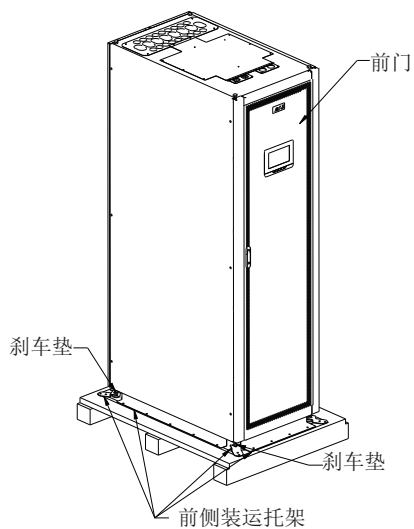
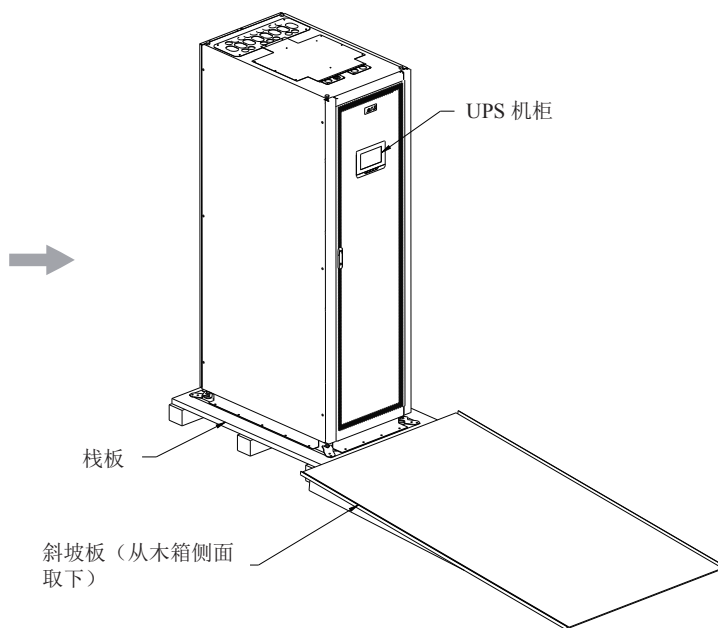

图3-4：拆除正面装运托架
图 3-5. 将斜坡板放置在栈板前面
2. 拆除机柜前侧固定装运托架及托架固定在栈板上的螺钉（见图 3-4）。拆掉前侧的装运托架。如果要永久安装机柜，请保存好装运托架和固定五金件，以备后用。
3. 将斜坡板（木箱的左侧板）放置在栈板前方（见图 3-5）。
11. UPS 机器需用原来的五金件重装第 3 和第 5 步中拆掉的机柜前后两侧的装运托架（见图 3-4 和图 3-5）。